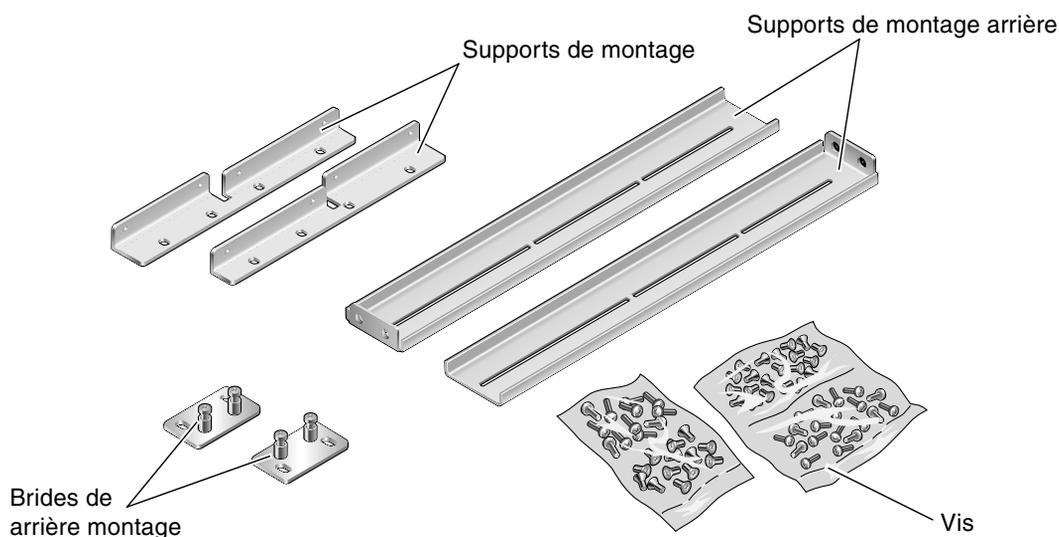

FIGURE 3-1 Contenu du kit de montage dans un rack de 19 pouces à quatre montants
1. Retirez les supports de montage avant du kit du rack (voir FIGURE 3-1).
4. Retirez les deux supports de montage arrière du kit (voir FIGURE 3-1).
8. Retirez les deux brides de montage arrière du kit (voir FIGURE 3-1).